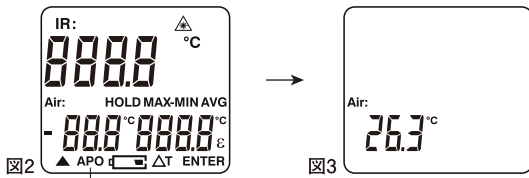
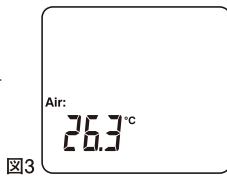

図2
図3
(1)本体の電源を入れます。oボタン⑤を押すと電源が入り図2に表示が切り替った後、図3のように表示部②に周囲温度が表示されます。また、電源を切る時は、このoボタン⑤を2秒以上長押しします。